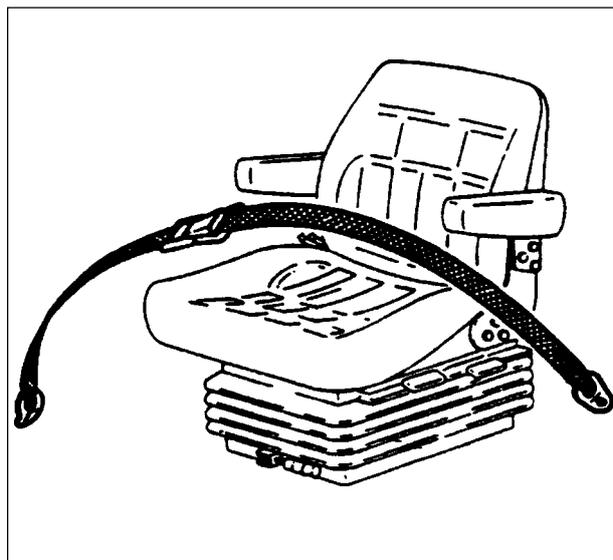

Fig.2-2
- Se os cintos de segurança estiverem montados, aperte-os sempre - regulados bem aderentes - a não ser que trabalhe com o arco de segurança abaixado ou removido (Fig.2-2).
- Controle o cinto de segurança para verificar se não apresenta danos. Neste caso, substituir sempre o cinto de segurança (Fig.2-2).